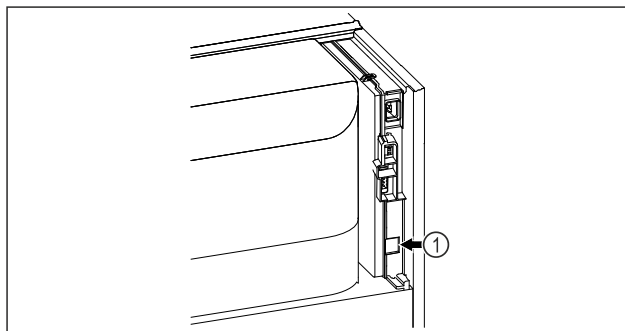

Fig. 137
- ❑ SmartModule Fig. 137 (1) è inserito.